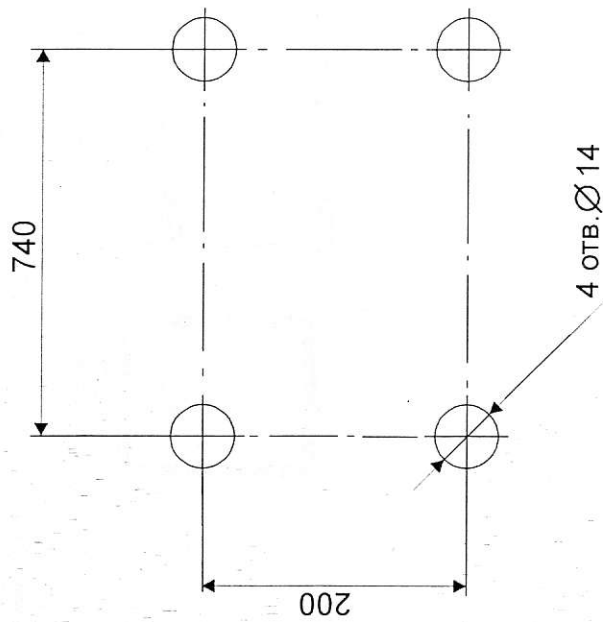

Рис. 2. Установочные размеры для крепления тумбы.
- 4.1.2. Выполнить в плите перекрытия 4 отверстия диаметром 12 мм согласно размеров, указанных на рис. 2. Глубина отверстий должна быть не более 100 мм.